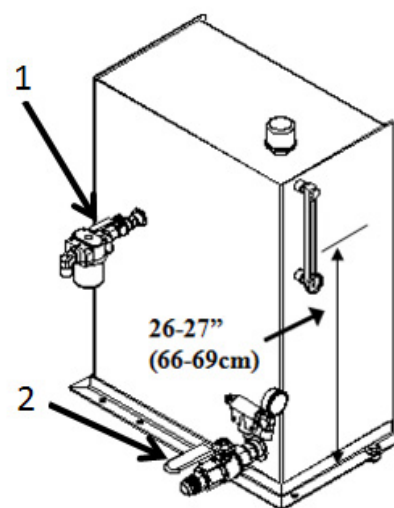

Рисунок 4-5: Уровень гидравлического масла
4.2.2 Уровень масла в гидробаке и положение клапанов: См. раздел 11.0 «Смазка и техническое обслуживание» для ознакомления с графиком обслуживания, типом масла и сведениями о замене фильтра. Метка «Full Cold Line» на наклейке должна соответствовать размеру, указанному на рис. 4-5.